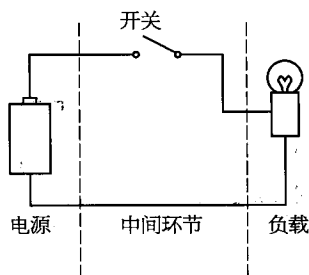

图 1-1 手电筒电路
简单地说,电路就是电流流过的路径。图 1-1 所示为一个最简单的手电筒电路原理图,它由电源、负载以及连接电源和负载的中间环节所组成。
(1) 电源 常用的电源有干电池、蓄电池和发电机等。此外,将交流电转换成直流电的稳压电源通常也称为电源。
(2) 负载 负载即用电设备,它是取用电能的装置。如电灯、电炉、家用电器、电动机等。
(3) 中间环节 其作用是把电源和负载连接起来形成闭合电路,并对电路实行控制、保护及测量。最简单的中间环节就是开关和连接导线(见图 1-1)。